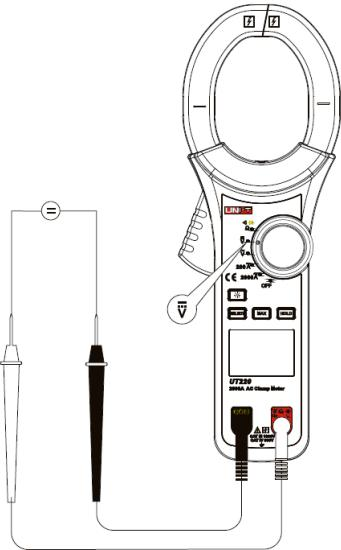

Figura 3
1. MEDIDA DE TENSÃO DC ($\overline{\overline{V}}$) (VER FIGURA 3)